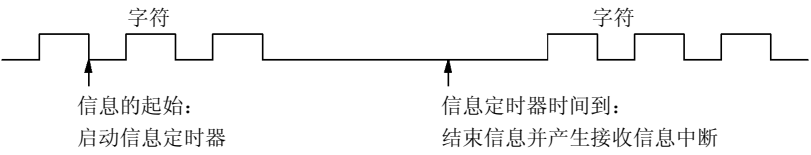

图 6-12 使用信息定时器来结束接收指令
3. **信息定时器：**从信息的开始算起，在经过一段指定的时间之后，信息定时器结束一条信息。接收信息功能的启动条件一满足，信息定时器就启动。当经过的时间超出 SMW92 或者 SMW192 中指定的毫秒数时，信息定时器时间到，见图 6-12。